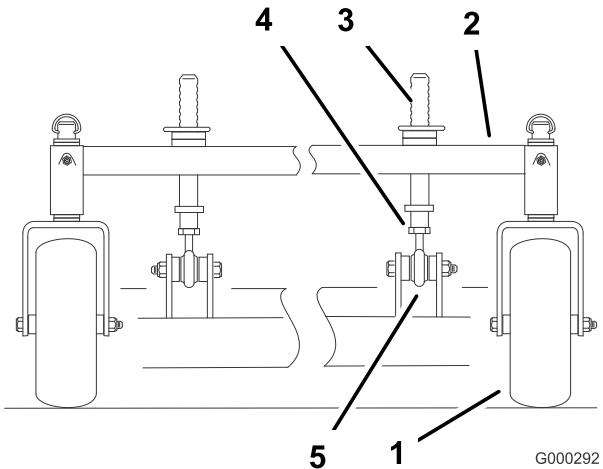

Figure 67
1. Vous pouvez régler les montants de hauteur de coupe avant pour modifier l'inclinaison avant/arrière (Figure 67).
2. Pour éléver l'avant du tablier de coupe, desserrez le contre-écrou et tournez la goupille avant dans le sens horaire (Figure 67).
3. Pour abaisser l'avant du tablier de coupe, desserrez le contre-écrou et tournez la goupille avant dans le sens antihoraire (Figure 67).
6. Resserrez les écrous de blocage (Figure 67).